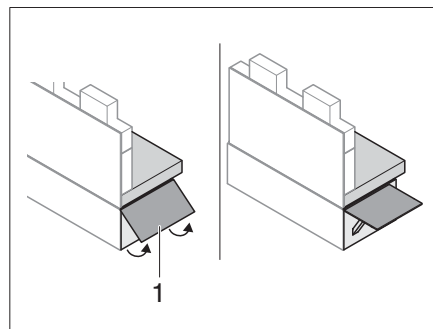

Fig. 133 Desplegar la prolongación del banco de asiento
- Abatir la prolongación del banco de asiento (Fig. 133,1) hacia arriba.
- Introducir la pestaña de desbloqueo y plegar la prolongación del banco de asiento (Fig. 133,1).